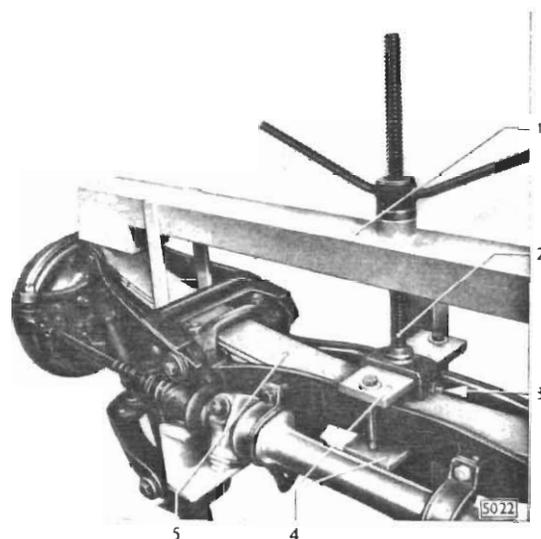

Bild 5 - Hilfswerkzeug und Vorderfederspanner S-1198 an Vorderachse
1. Hilfswerkzeug, wie in Bild 5 gezeigt, am Vorderachskörper und mit der Sechskantschraube (5/3) die Zugspindel (5/2) des Vorderfederspanners S-1198 an der Spannplatte des Hilfswerkzeuges befestigen.